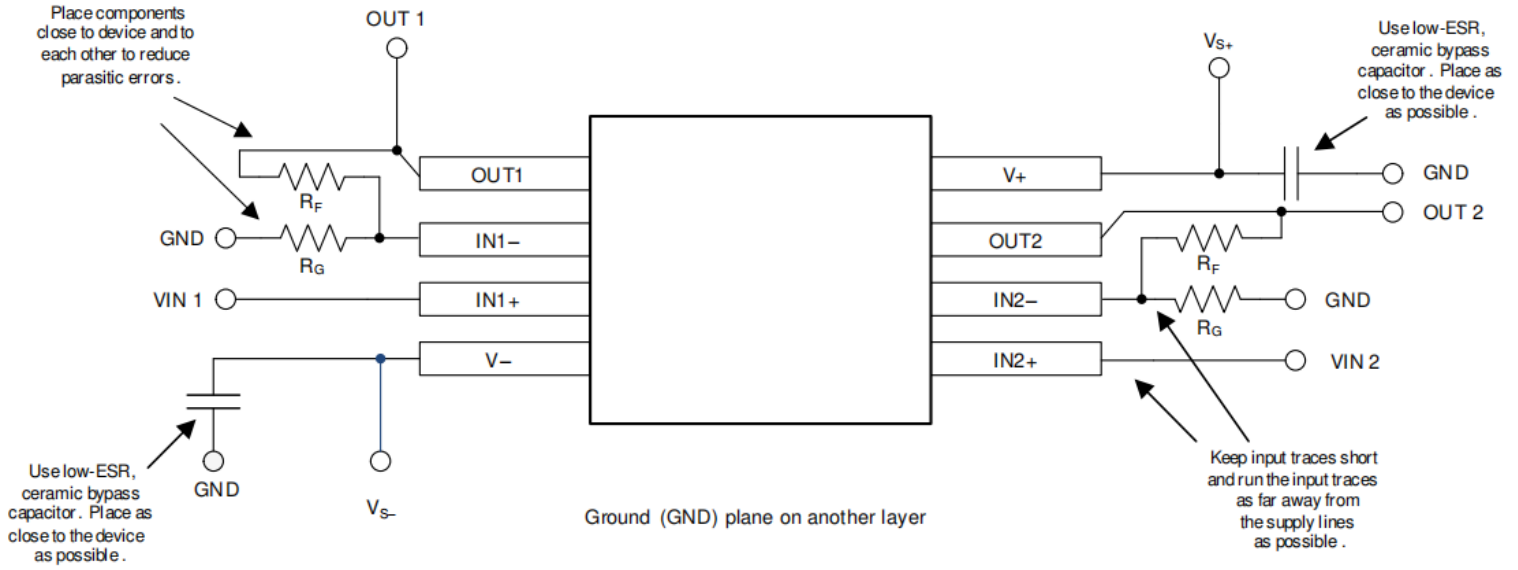

图5布局示例
- 外部元件的位置应尽量靠近器件，如图5中所示。使 R_F 和 R_G 近反相输入可最大限度地减小寄生电容。